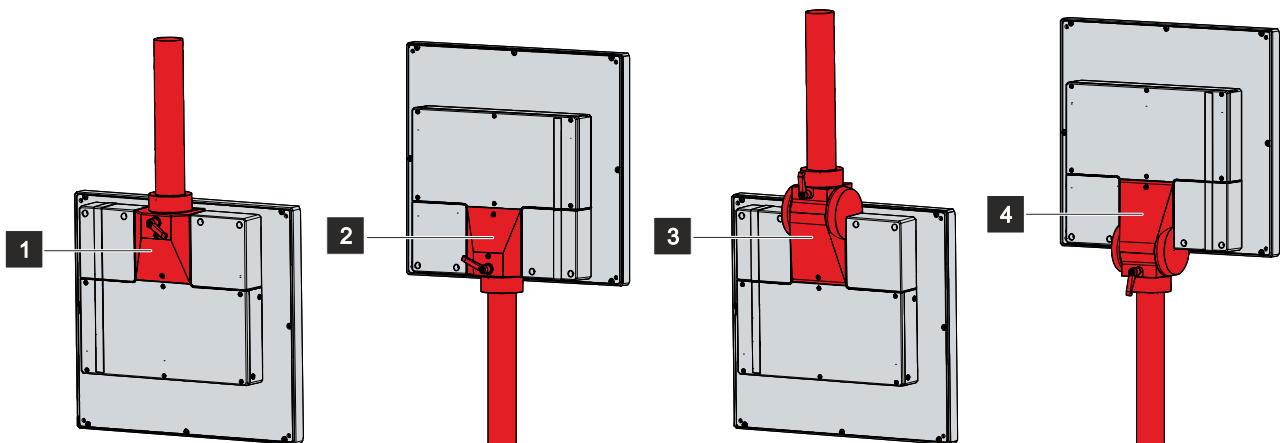

Abb. 6: Tragarmadapter
Abbildung 6 zeigt den Standard-Tragarmadapter (1) und die drei verfügbaren Adapteroptionen (2-4). Alle Adapter verfügen über einen Klemmhebel zur Verdrehsicherung und können um $\pm 165^\circ$ geschwenkt werden. Die Adapter adaptieren den Panel-PC mit einem 48 mm Rundrohr. Die zulässige Toleranz liegt bei $-0,1$ bis $+0,8$ mm.